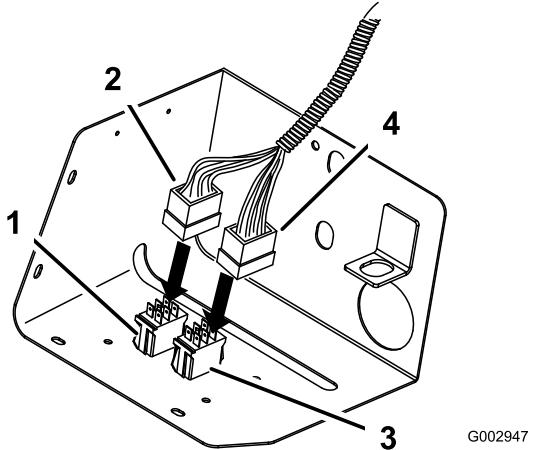

Bild 29
14. Schließen Sie den Anschluss, der hauptsächlich grüne und gelbe Drähte hat, an den Sprühhauswahlschalter (Kippschalter) an (Bild 29).
15. Schließen Sie den Anschluss mit mehrfarbigen Drähten an den Dosierungssteuerschalter (Kurzzeitiger Schalter) an (Bild 29).